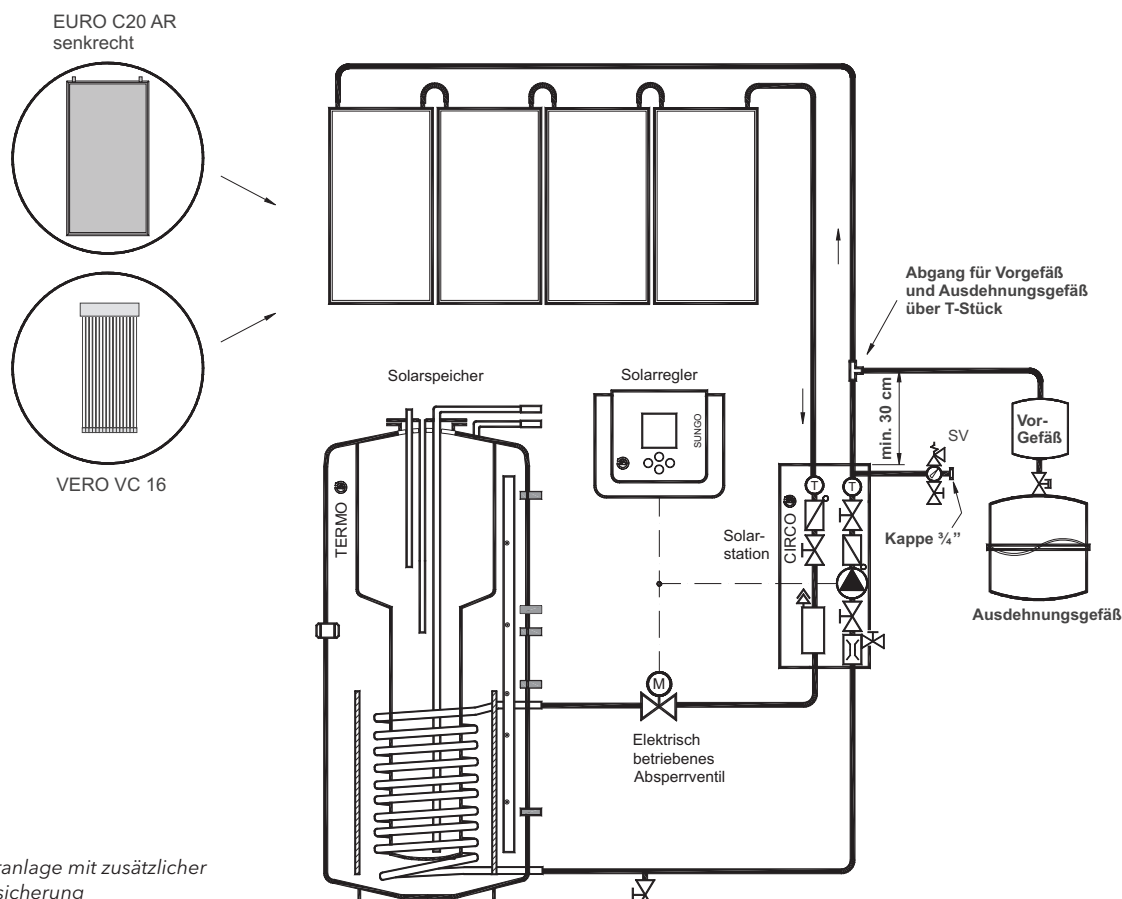

Bild 1 Solaranlage mit zusätzlicher Temperatursicherung
- Vorgefäß ca. 30 cm oberhalb der Solarkreisstation in den Rücklauf der Anlage einbauen (Bild 1).
- Ausdehnungsgefäß nachgeschaltet montieren (Bild 1).
- Absperrventil in den Vorlauf der Anlage einbauen und zwar nach der Solarstation in Flussrichtung gesehen (Bild 1). So wird vermieden, dass bei Stagnation (Dampfbildung in den Kollektoren) Heißdampf die Station durchströmt und Bauteile in Mitleidenschaft gezogen werden.